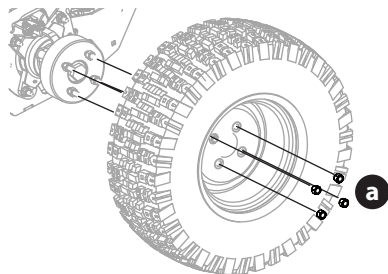

Figure 54
1. Retirez les quatre écrous de roue (a) pour enlever le pneu (Figure 54).
2. Réinstallez le pneu à l'aide des quatre écrous de roue (Figure 54). Serrez les écrous de roue (a) à 88 à 95 N-m (65 à 70 pi-lb).